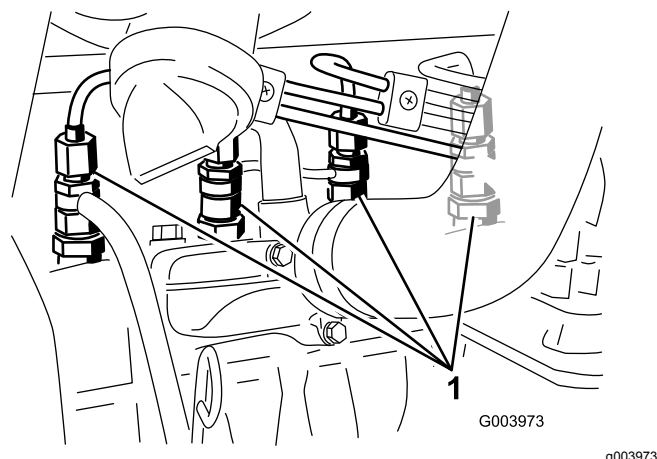

Рисунок 37
1. Ослабьте соединение трубки к соплу № 1 и держателю в сборе (Рисунок 37).